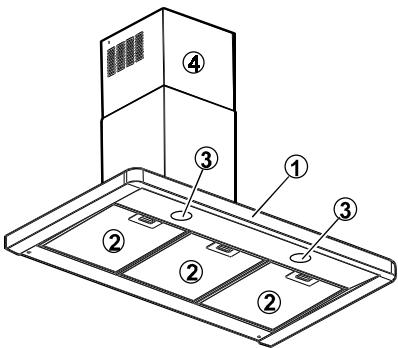

Fig. 1 - Abb. 1 - Obr. 1 - Afb. 1
### Descripción de la campana. Fig 1.
**Descrição da coifa aspirante- Fig. 1**